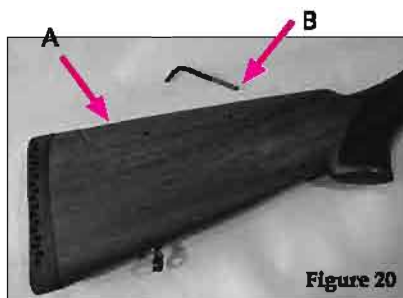

Figure 20
- 1) svitare con l'apposita chiavetta esagonale le due viti (a e b) e togliere la parte amovibile del calcio (fig.20)
- 1) with the hexagonal key supplied with the gun, loosen the screws (a and b) and remove the stock section (see figure 20)